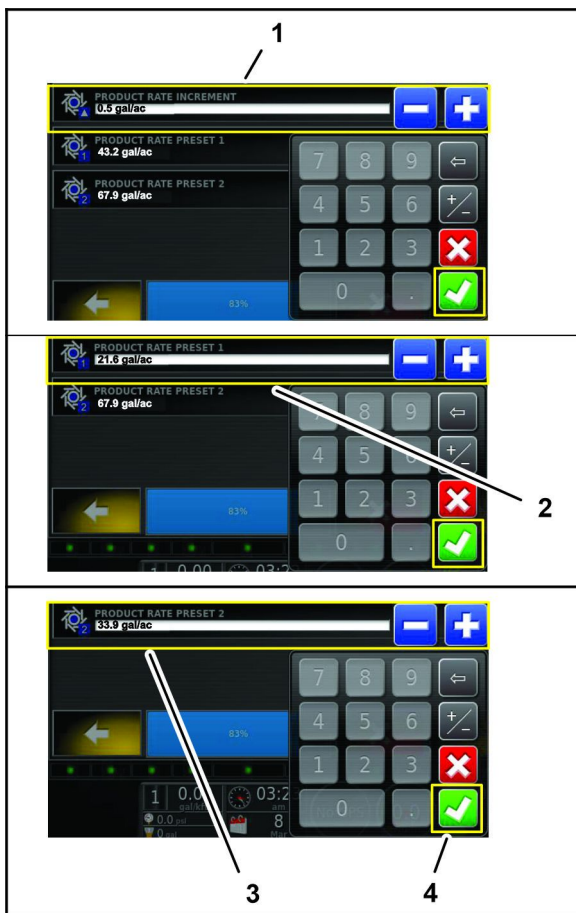

Figure 120
10. Avec le clavier virtuel, saisissez une valeur d'augmentation ou de diminution pour les préréglages de débit 1 et 2, puis appuyez sur l'icône de confirmation (Figure 120).
12. Avec le clavier virtuel, saisissez le débit d'application pour le pré réglage de débit 1, puis appuyez sur l'icône de confirmation (Figure 120).
14. Avec le clavier virtuel, saisissez le débit d'application pour le pré réglage de débit 2, puis appuyez sur l'icône de confirmation (Figure 120).